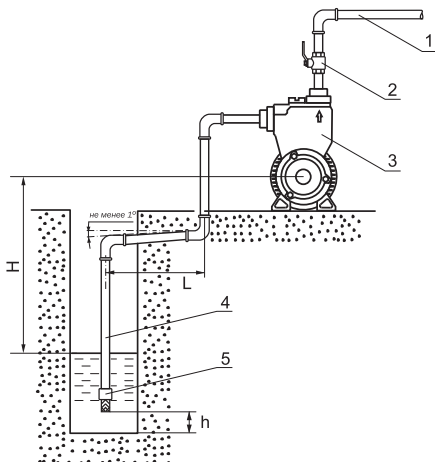

Рис.3. Подача воды из колодца
6.2. Насос следует устанавливать непосредственно около источника водозабора (см. Рис.3;4). При монтаже старайтесь минимизировать количество резких сужений, расширений и поворотов всасывающей магистрали.
6.8. Для насоса рекомендуется в напорной магистрали (1) на выходном патрубке установить вентиль (2) Рис.3; 4.
7.2. Для удаления воздуха из напорной магистрали откройте кран (2) Рис.3 на напорном трубопроводе и включите насос в электросеть. Насос начнет подавать воду и сразу начинается заполнение трубопроводов.